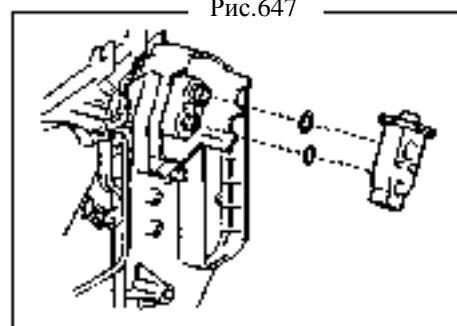

Рис.647
53. Установите расширительный клапан (рис.647).